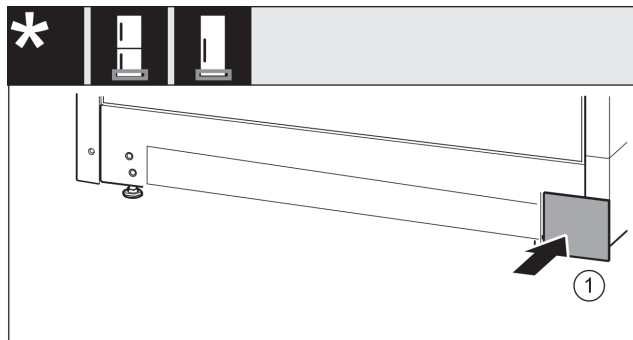

Fig. 37
- Poggiare nuovamente la copertura sull'altro lato. *Fig. 37 (1)*